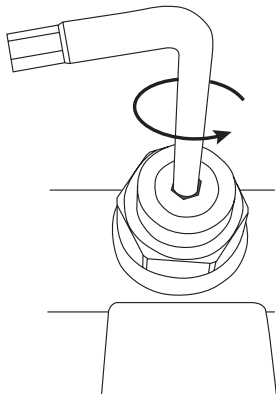

Рис. 5 Регулировка клапана байпаса вторичного контура
- Отвинтите винт байпаса на нужное количество оборотов против часовой стрелки (Рис. 5) согласно диаграмме, показанной на Рис. 7, либо в соответствии с расчетами программы Neptun IWS Pro.